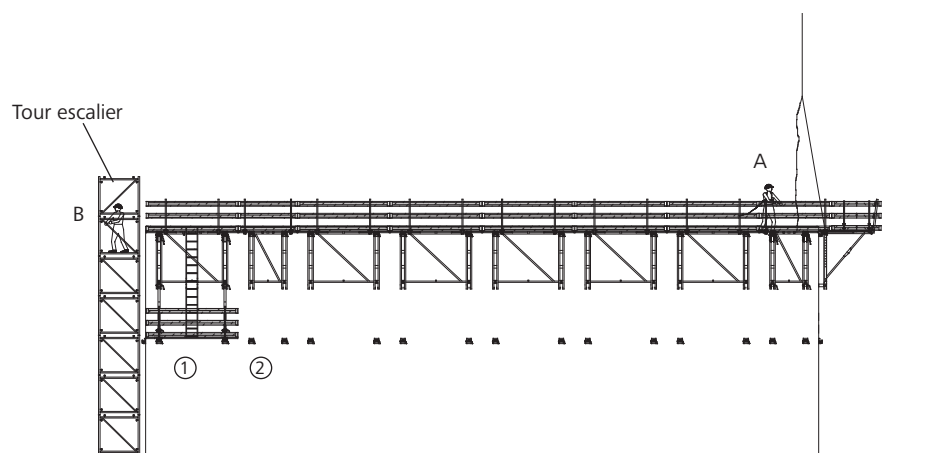

Fig. 31.1
11. Répéter les étapes 8 à 10 jusqu'à ce que toutes les plates-formes soient en place sur le niveau suivant (Fig. 31.1).
12. Après avoir élingué et déverrouillé la dernière plate-forme KAB, B emprunte la tour escalier (baie / plate-forme élévatrice de personnel) pour descendre (Fig. 31.1).
13. Après avoir verrouillé et désélingué la dernière plate-forme (Fig. 31.1), A descend à son tour par la tour escalier (baie / plate-forme élévatrice de personnel).